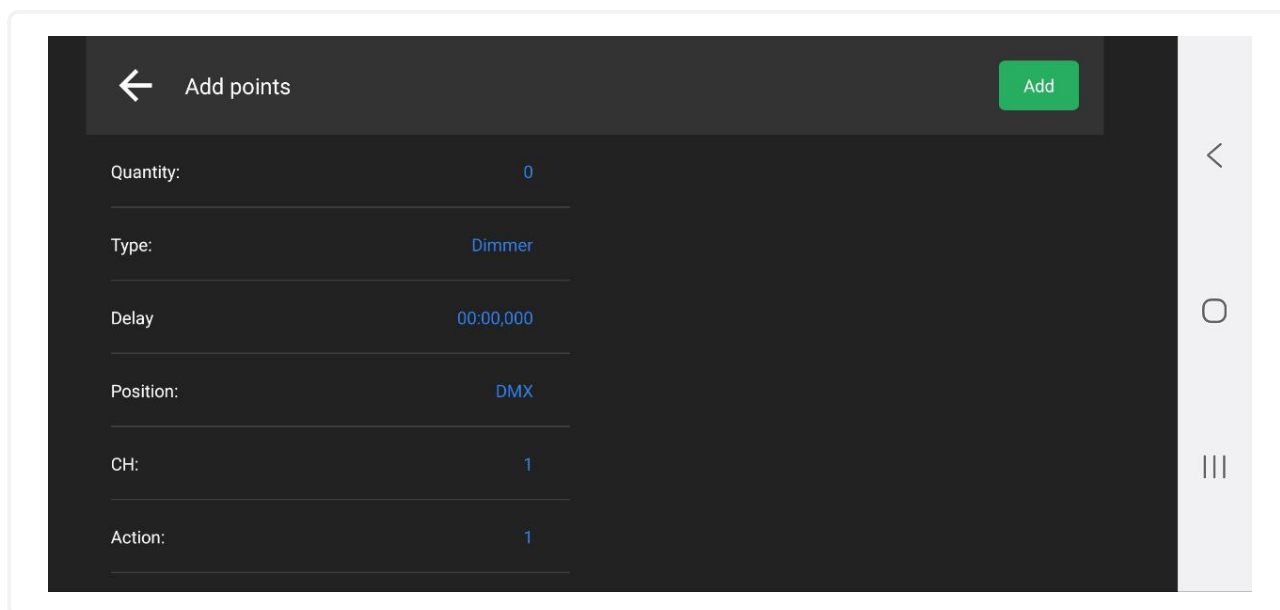

Рис. 16: Экран добавления группы точек в программу
- Укажите количество добавляемых точек **Quantity** (см. рис. 16 на противоположной странице);